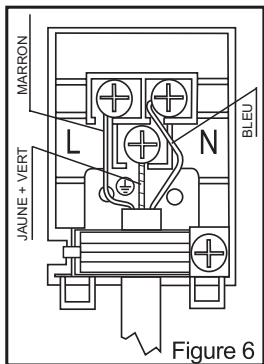

Figure 6
- Le câble terre doit être branché au moyen de la vis qui a le symbole terre (⊕). Le branchement du câble d'alimentation doit être effectué selon la Figure 6. S'il n'y a aucune prise de terre conforme aux normes d'installation, contactez le service autorisé immédiatement.